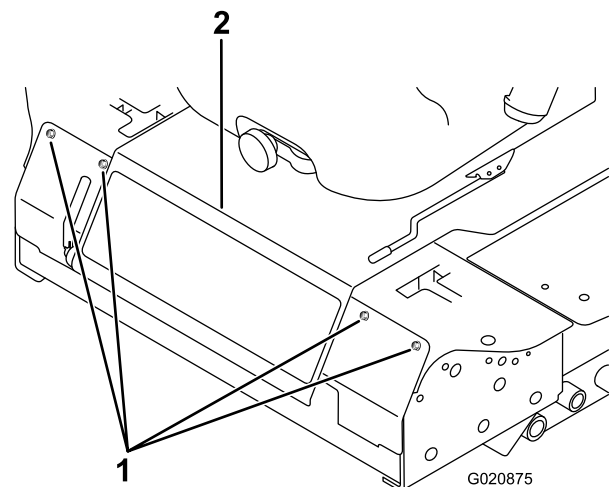

Figure 48
2. Retirez les boulons de fixation du panneau avant et déposez le panneau (Figure 48).